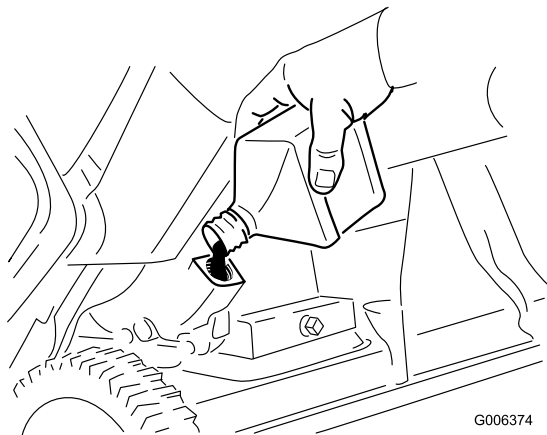

Figura 26
8. Con la máquina en la posición de uso, vierta aceite **con cuidado** en el orificio de llenado hasta que esté a punto de rebosar (Figura 26).